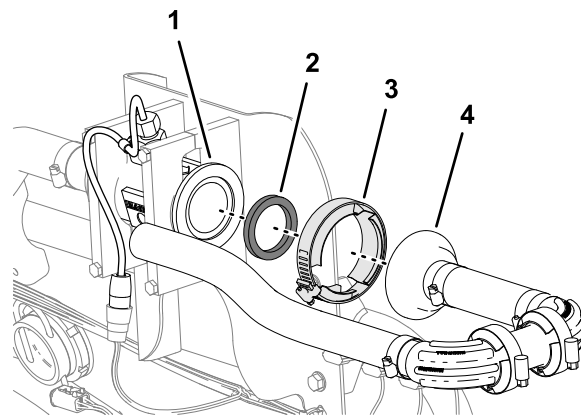

Figura 91
- Aperte a braçadeira flangeada à mão (Figura 91).